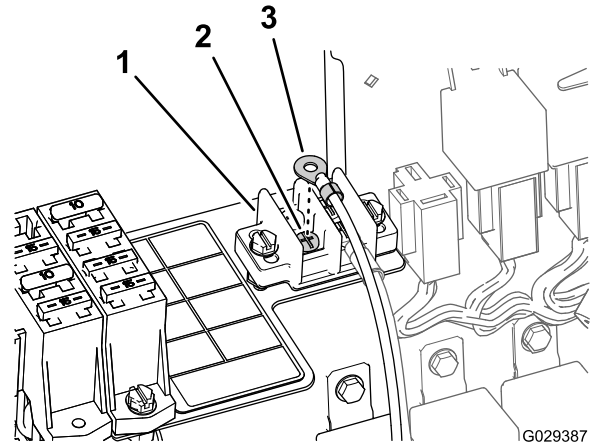

图19
1. 拆下接地端子板上的螺丝（图19）。
2. 用您在步骤 1 中拆下的螺丝，将修整组件线束的环形端子固定在接地端子板上（图19）。